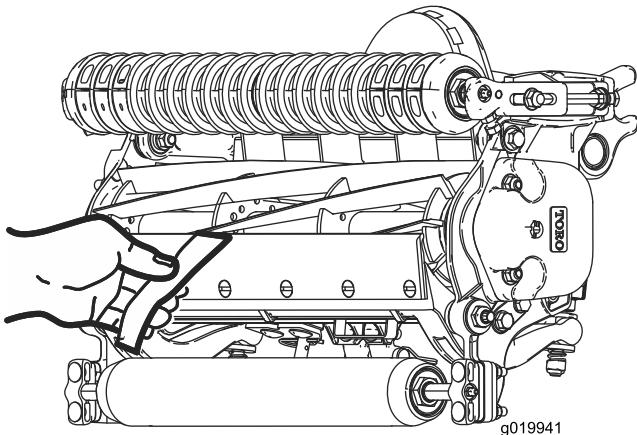

Рисунок 20
- Проверьте режущие способности блока, вставив длинную полоску специальной бумаги Toro (деталь №125-5610) между барабаном и неподвижным ножом, перпендикулярно неподвижному ножу (Рисунок 20). Медленно проверните барабан вперед. При этом бумага должна разрезаться.